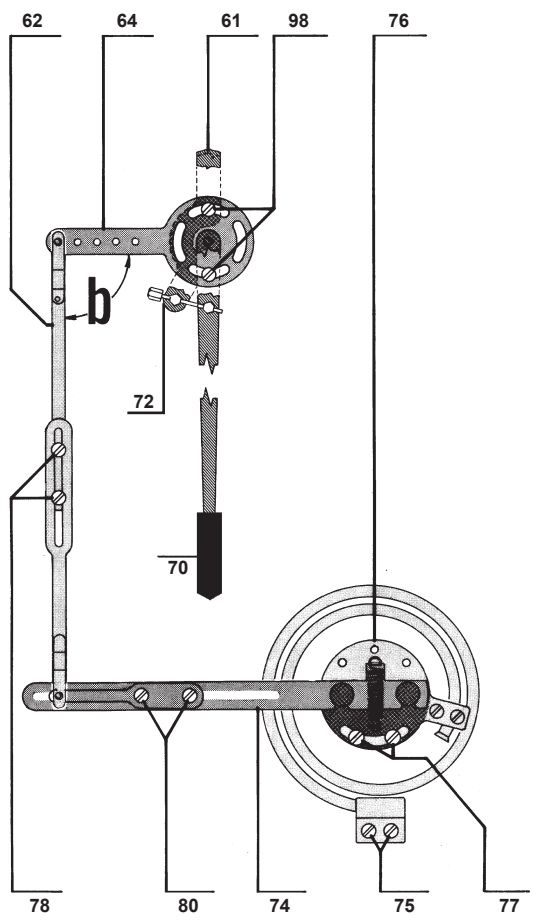
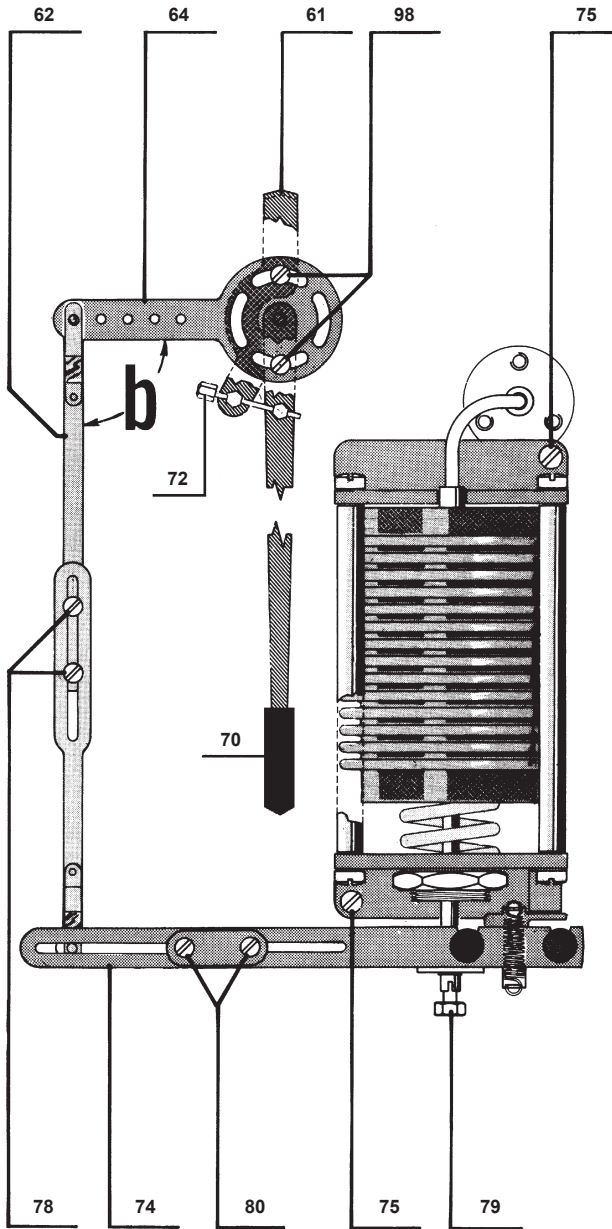
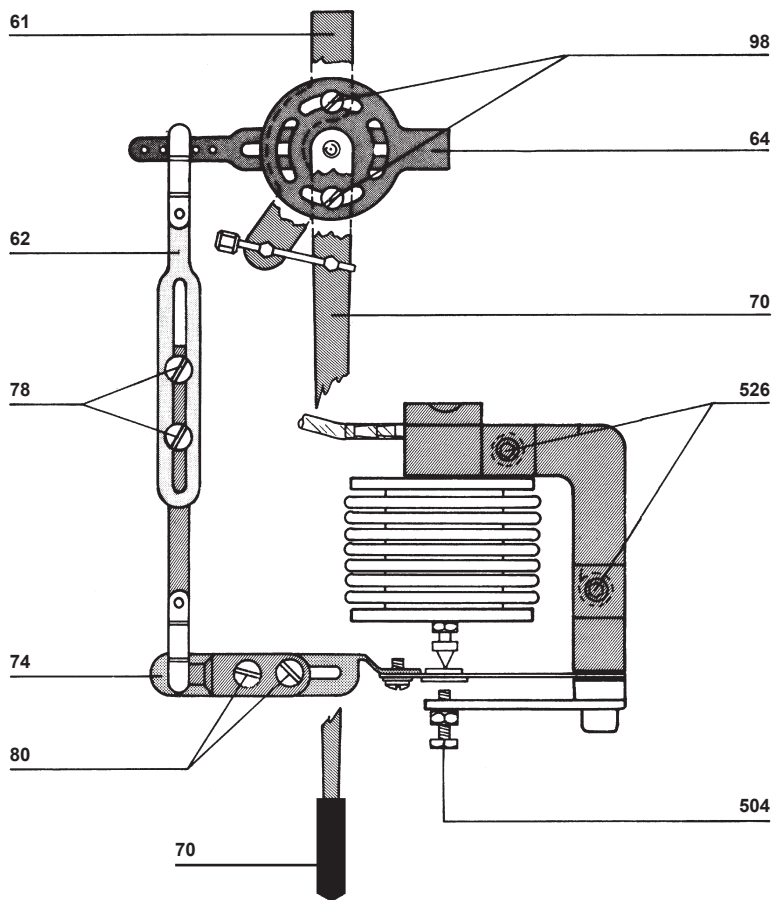

Fig. 20 - Elemento di misura con molla a spirale (manometrica o termometrica)
Fig. 21 - Elemento di misura a soffietto (bassa pressione o vuoto)
Fig. 22 - Elemento ricevitore per segnale pneumatico
Per la sostituzione si procede come segue; riferirsi alla Fig. 20 per le spirali manometriche o termometriche, alla Fig. 21 per gli elementi manometrici a corpo molleggiante ed alla Fig. 22 per gli elementi ricevitori pneumatici. Per i ricevitori elettromeccanici utilizzare le istruzioni specifiche n° 3.837.5275.909.
For the replacement act as follows and make reference to Fig. 20 for the thermometric or manometric elements, to Fig. 21 for bellows manometric systems, and to Fig. 22 for the pneumatic receiving unit; for electromechanical receiving unit see the dedicated instruction n° 3.837.5275.909.
Poiché il braccio di leva (64) è fisso si dovrà agire sulla lunghezza del braccio (74) procedendo come segue e riferendosi alla Fig. 20, 21, 22 o 23 in accordo al tipo di elemento di misura utilizzato.
- a) Controllando con uno strumento di misura di sicura precisione, portare la variabile al valore corrispondente allo zero della scala e verificare la coincidenza della penna di registrazione (70) con la graduazione di inizio scala (diagramma); correggere l'eventuale differenza agendo sulla vite micrometrica (72);
- b) Portare la variabile ad un valore corrispondente al 100% della scala; se la posizione dell'indice non coincide con la graduazione di fondo scala, allentare le viti (80) e variare leggermente la lunghezza utile del braccio (74): ridurre leggermente la lunghezza se lo strumento indica un valore maggiore di quello reale od aumentare la lunghezza se lo strumento indica un valore minore. Stringere nuovamente le viti (80);
The measuring range span is related to the ratio between the length of the arm (74), connected with the measuring element, and the length of the lever (64) linked to the recording pen. Being the lever (64) length not adjustable it will be necessary to act on the arm (74) length as follows and referring to Fig. 20, 21, 22 or 23 according to the type of measuring element used.
- a) *Making reference to a calibration instrument, adjust the measured variable to a value corresponding to the zero of the recording scale and check the correspondence between the recording pen (70) and the graduation of the scale beginning (diagram); errors and differences, if any, must be eliminated acting on the micrometric adjusting screw (72);*
- b) *Rise the measured variable to a value corresponding to the 100% of the instrument range; should the pen position not correspond to the end of the scale, loosen the screws (80) and change slightly the lever length of arm (74): reduce the length when the instrument indication is higher than the variable value or increase gradually the length if the indication is lower than the measured variable. Tighten again the screws (80);*